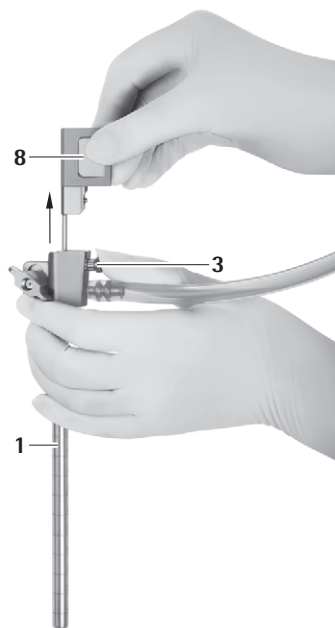

Fig. 10
- ▶ Apăsăți butonul de deblocare 3 și scoateți cu grijă obturatorul pentru canalul optic 8 din trocarul MINOP InVent 1, vezi Fig. 10.